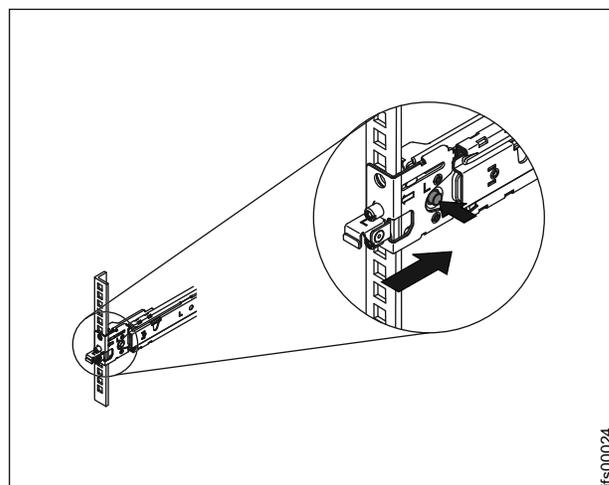

Figura 41. Instale a extremidade frontal dos trilhos deslizantes
7. Pressione o botão azul para liberar o suporte. Empurre a trava frontal até o final. Certifique-se de que a trava esteja completamente engatada. Consulte Figura 41 na página 91.